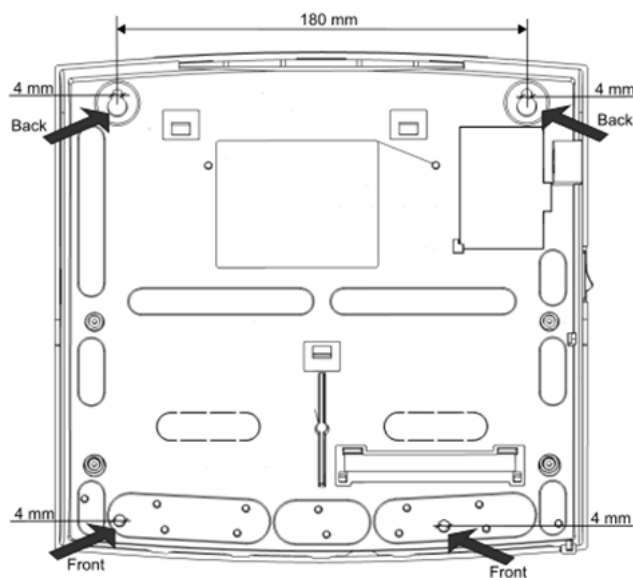

Abb. 5: Bohrbild des Heizungsreglers
- ➔ Befestigen Sie den Heizungsregler mit dem Montage-material aus dem Lieferumfang gem. Abb. 5 an der Wand.